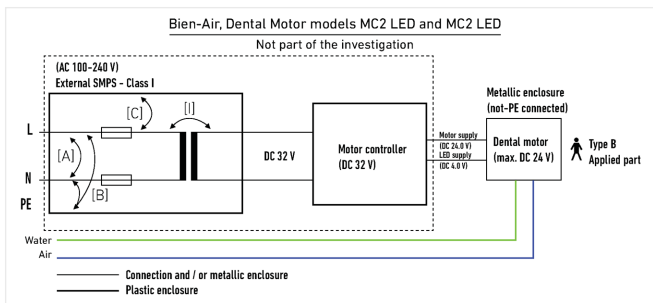

FIG. 1
Электрическая безопасность обеспечивается только при использовании устройства в соответствии с приведенной выше схемой изоляции. **Рис. 1.**
- При использовании в соответствии со схемой изоляции (**рис. 1**) устройство соответствует следующим требованиям стандарта IEC 60601-1:
Рекомендуемая установка соответствует схеме изоляции, рис. 1.